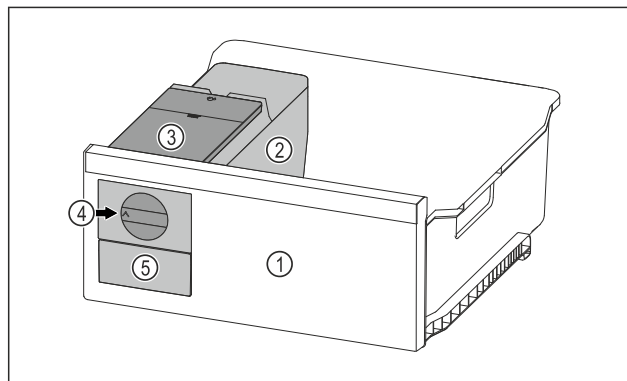

Fig. 84 Príklad zobrazenia
► Otočný gombík Fig. 84 (4) otočte v smere hodinových ručičiek až na doraz.
► Kocky ľadu vypadávajú z misky na kocky ľadu do zásuvky na kocky ľadu Fig. 84 (5).